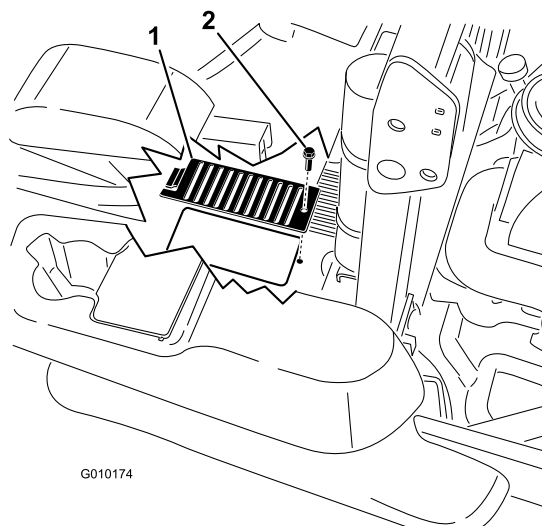

Bild 79
6. Entfernen Sie die Schraube und Abdeckung über jedem Ölpeilstab (Bild 79).